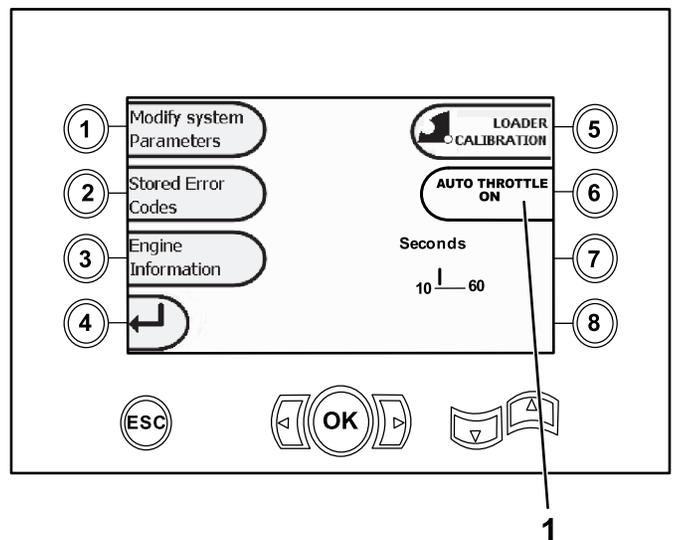

Figure 18
**Versions K et suivantes du logiciel seulement :** utilisez cet écran pour étalonner les cames du chargeur (Figure 18) comme décrit dans Figure 26.
**Versions V et suivantes du logiciel seulement :** utilisez cet écran pour sélectionner l'option de commande automatique des gaz (Figure 18).
Pour accéder à cet écran, appuyez sur le bouton 1 de l'Écran de diagnostic et mise à jour (page 7) pour sélectionner l'option Modification des paramètres système (Figure 18).